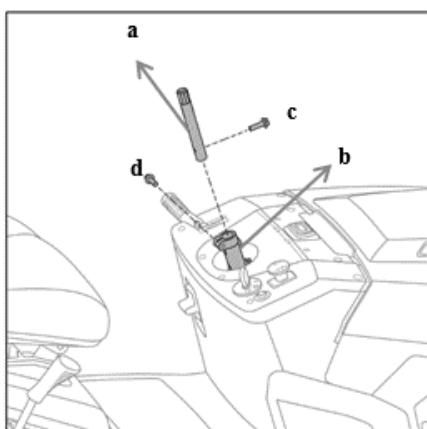

Fig.2A
1. Inserte la varilla de extensión de dirección (a) en el centro del manguito de fijación (b). Asegure firmemente con dos pernos con brida hexagonal (c,M8*25 y d,M8*25). (Fig.2A)